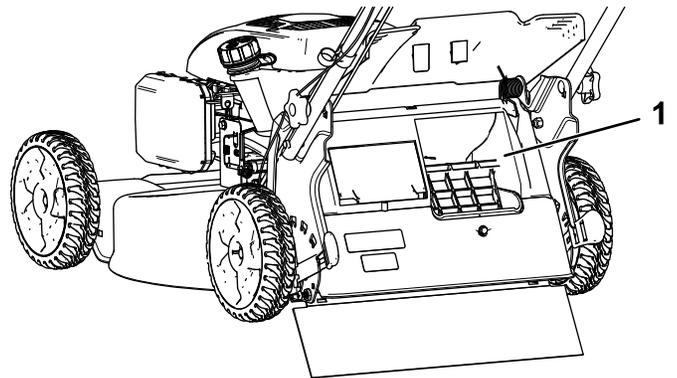

Figura 19
**Importante:** Para asegurar un funcionamiento correcto, apague el motor, espere a que se detengan todas las piezas en movimiento, y luego retire cualquier recorte de hierba y otros residuos de la tapa de ensacado bajo demanda y del hueco adyacente (Figura 19) antes de mover la palanca de ensacado bajo demanda de una posición a la otra.